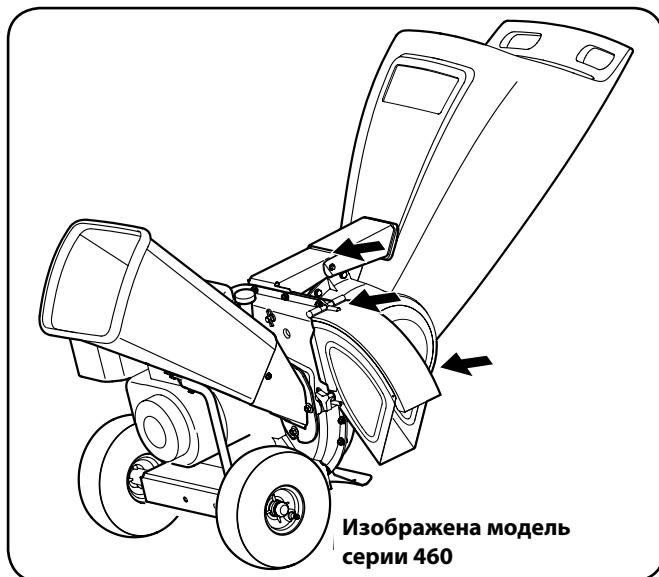

Рис. 6-1
- Смазывайте жидким маслом тягу фиксатора и пружину один раз в сезон. См. рис. 6-1.